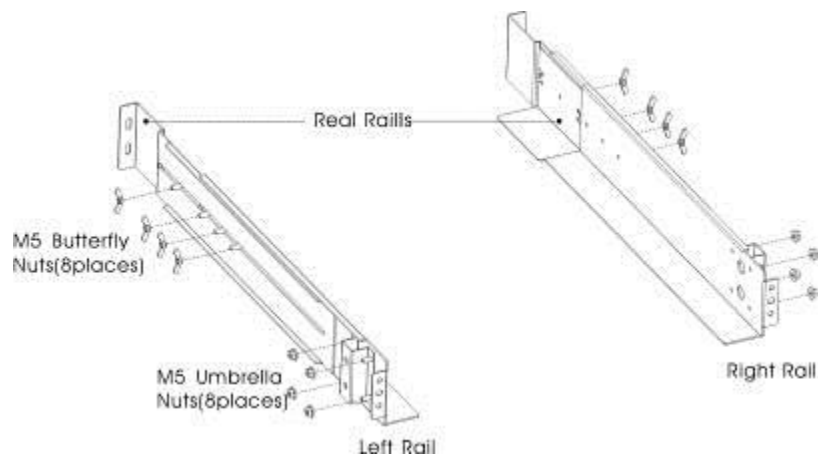

Рисунок 1. Закрепление реек
- c) Затяните четыре гайки М5 зонтичного типа со стороны направляющей в сборе (см. Рис. 1).